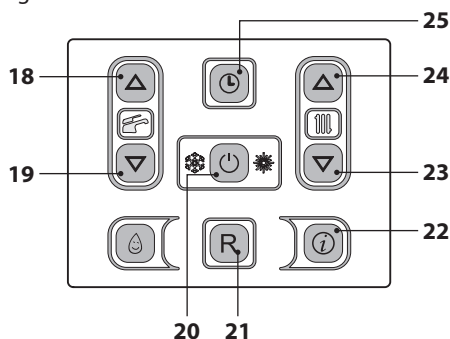

Figura 2.7
- Tenere premuto per 2 secondi il tasto 20 fino a far apparire sul display il simbolo  Figura 2.7.
La temperatura dell'acqua calda di mandata riscaldamento è regolabile agendo sui tasti 23 (diminuzione) e 24 (aumento) (Figura 2.7) da un minimo di circa 25°C ad un massimo di circa 85°C. Alla prima pressione di uno dei due tasti si ha la visualizzazione del valore di "set",
Comunque se la temperatura ambiente non dovesse essere confortevole si può aumentare o diminuire la temperatura di mandata dell'impianto riscaldamento di $\pm 15^\circ\text{C}$ agendo sui tasti 23 (diminuzione) e 24 (aumento) (Figura 2.7).